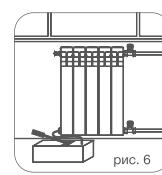

рис. 6
5. По завершению монтажных работ выполнить испытания систем отопления в соответствии с требованиями СП 73.13330.2016 «Внутренние санитарно-технические системы зданий». Гидростатическое испытание водяных систем и приборов отопления должно проводиться под давлением, в 1,5 раза превышающим рабочее давление (пример рис. 6). По факту проведения испытаний составляется акт ввода системы и приборов в эксплуатацию в установленной форме.